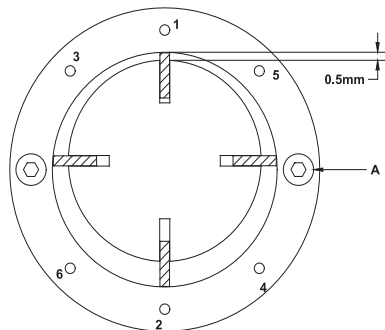

Рис.1
Раз в сезон проверяйте ротор (25) и щетки (26). Во время технического обслуживания не бросайте детали компрессора, храните их в сухом месте, так как влага и грязь могут повредить компрессор. Заменяйте изношенные ротор и щетки (если хотя бы одна щетка из четырех износилась, необходимо заменить все четыре). Соберите компрессор, учитывая, что желобки щеток должны быть направлены к центру ротора, и зазор между ротором и статорным кольцом (8) должен быть 0,5мм, как показано на рис. 1.